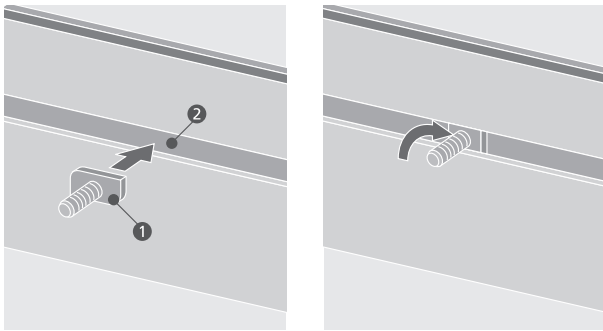

Abbildung 5.7.1
- Schraubenköpfe (1) in die Nut (2) der Seitenabstützung (3) eindrehen und Blechführung festschrauben. Hutmuttern mit Unterlegscheiben verwenden. Anzugsdrehmoment 7,8 Nm. (Abb. 5.7.1/5.7.2)